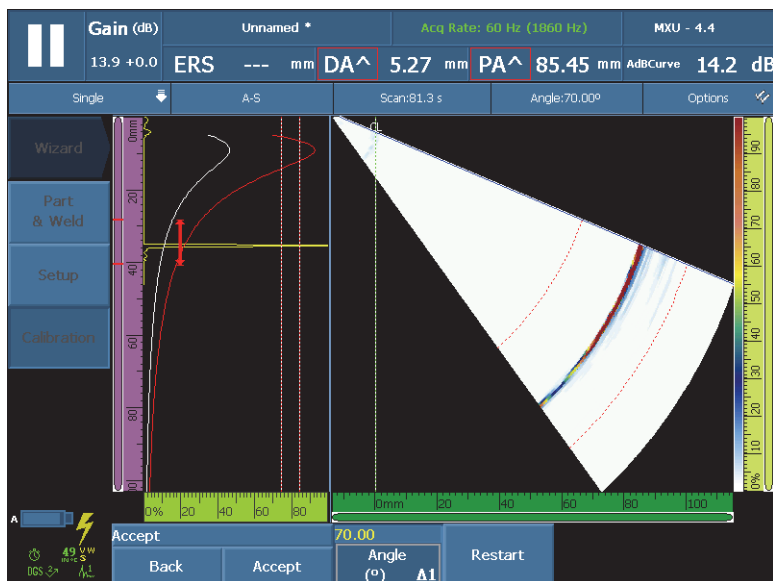

図 5-23 DGS サイジングカーブの例
- 163 ページの図 5-23 にあるように、DGS メインカーブ (赤色) と警告カーブ (白色) が、A- スキャンビューに現れます。さらに、ERS (平底穴の基準反射源の同等サイズ)、AdB カーブ、**最大 AdB カーブ**、および A% の測定値が画面の上部に表示されます。